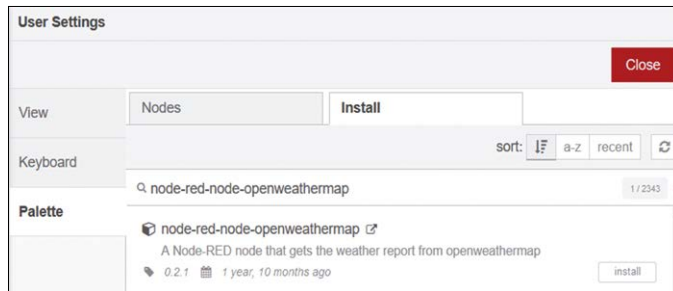

Figure 4.42 Recherche de la carte openweathermap
- Cliquez sur le **Installer** tab et entrer ce qui suit dans le chemin de recherche (voir la figure 4.42)